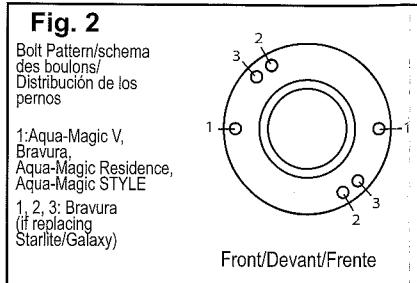

Fig. 2
- With mounting bolts in place, position toilet over closet flange (Fig. 2). If not carpeted, go to Step 5.
- 3. Style Plus et Bravura seulement :** Enlever l'enveloppe de protection située à la base de l'unité. Une fois les boulons de fixation en place, aligner cabinet sur la bride de sol (voir fig. 2). Si le plancher n'est pas recouvert de tapis, aller à l'étape 5.
- 3. Style Plus y Bravura solamente:** Saque el recubrimiento de alrededor de la base de la unidad. Con los pernos de montaje en su sitio, coloque el tanque sobre la brida del suelo (Fig. 2). Si el piso no está alfombrado, vaya al paso 5.